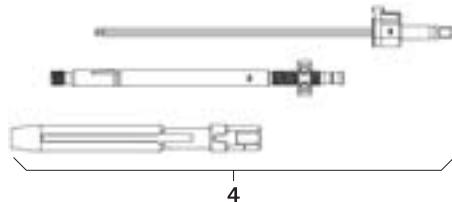

Fig. 10
- Montar la palanca de reposición 4, ver Fig. 10.